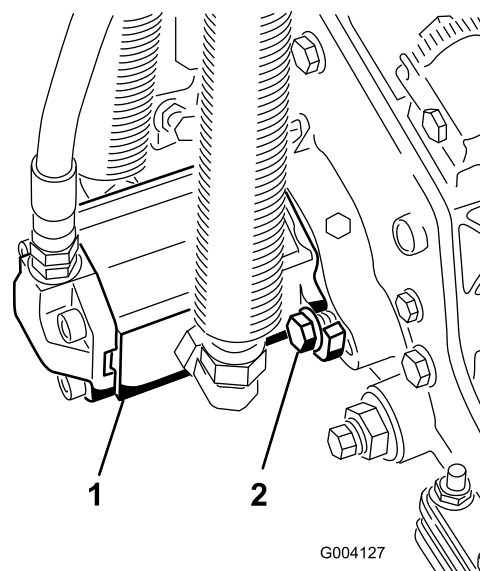

図 14
11. モータを手を持ち、右回りにひねってモータのフランジをキャップスクリューから逃がしながら、キャップスクリューにモータをセットする 図 14。